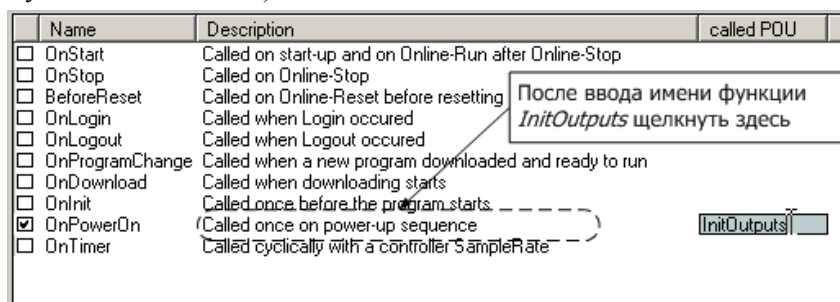
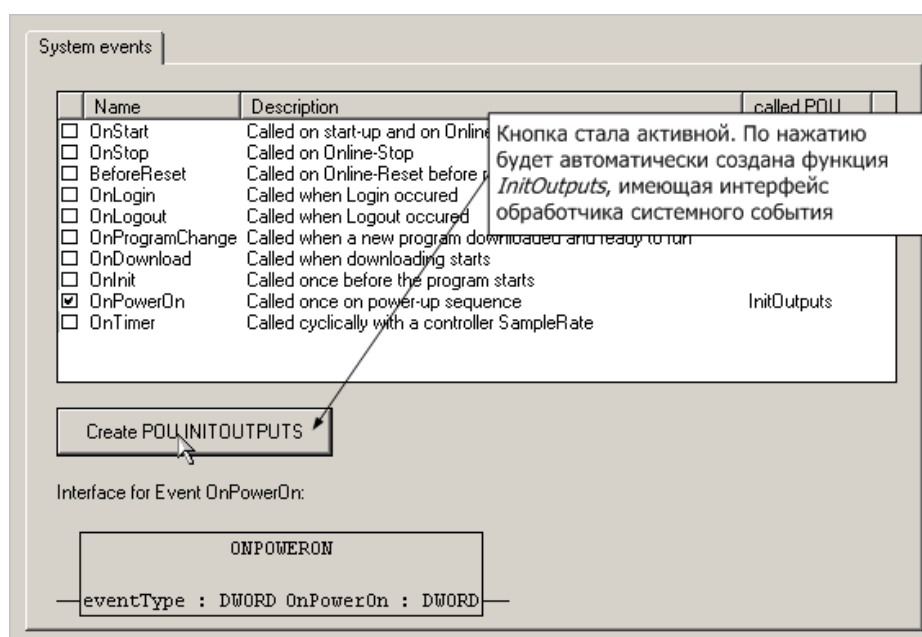

Рис. 19. Ввод имени функции, которая будет вызываться по событию *OnPowerOn* (при включении питания контроллера перед запуском приложения)
Рис. 20. Внешний вид вкладки **System events** после ввода имени функции и щелчка на ячейке, расположенной слева от имени функции
2. Выберите элемент *System events* в древовидном списке *Task configuration*. Окно ресурса **Tasks Configuration** примет вид, показанный на рис. 19.
3. В таблице событий **System events** отметьте флажок слева от имени события *OnPowerOn*, после чего дважды щелкните левой кнопкой мыши в ячейке *OnPowerOn: called POU*, как показано на рис. 19, введите имя функции *InitOutputs*, которая будет вызываться по событию *OnPowerOn*, и щелкните мышью на ячейке, находящейся слева от той, куда только что было введено имя функции *InitOutputs*. Вкладка **System events** примет вид, показанный на рис. 20, при этом кнопка **Create POU ...** станет активной (доступной для нажатия).